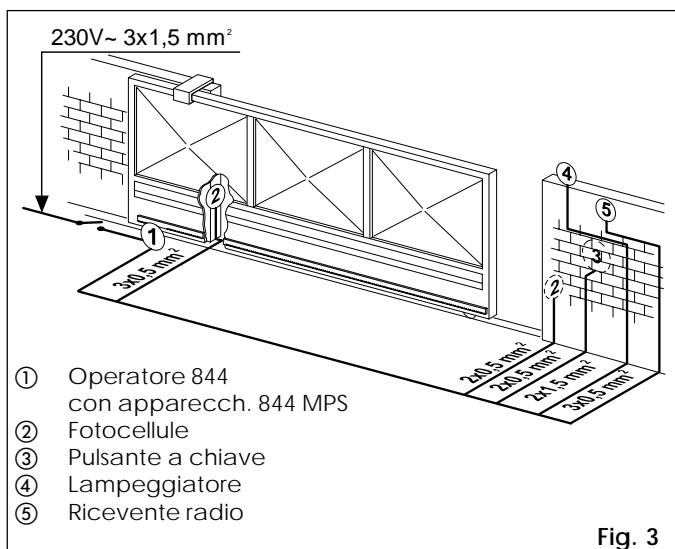

Fig. 3
Ingombro motoriduttore LxHxP(mm)	vedi fig. 3
- 4) Predisporre i cavi elettrici per il collegamento con gli accessori e l'alimentazione elettrica come da Fig.3. Per effettuare agevolmente i collegamenti fare fuoriuscire i cavi circa 45 cm dal foro (Fig.5-6 rif. ❶) della piastra di fondazione.
Seguendo le indicazioni di Fig.3 predisporre le canalizzazioni ed effettuare i collegamenti elettrici dell'apparecchiatura elettronica 844 MPS con gli accessori prescelti.